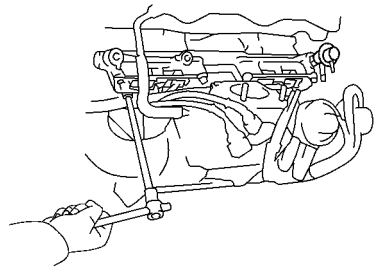

图 2-108 将出油管的喷油器装到进气歧管上
- 2) 将 4 个接插件连接到 4 个喷油器上，将连同出油管的喷油器和两个螺栓装到进气歧管上，旋紧两个螺栓，如图 2-108 所示。